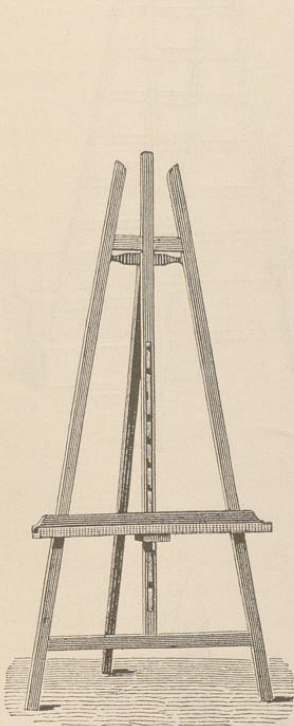
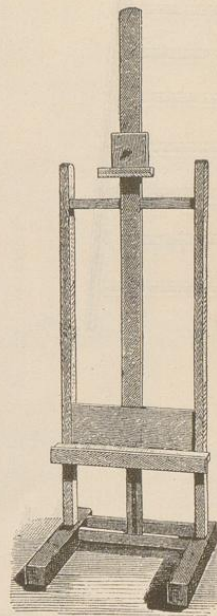

Fig. 333.
Fig. 334.
4. Die **Staffeleien** sind für den Tafelmaler ein unentbehrliches Gerät, aber auch der Dekorationsmaler wird sie vielfach benutzen können, wenn es sich um die Ausführung kleinerer Stücke in der Werkstatt handelt. Dieses Gerät wird in zahlreichen Formen, Größen und Preislagen hergestellt, je nach Zweck und Bedarf. Der Dekorationsmaler wird in erster Reihe auf Einfachheit und genügende Größe sehen. Die Fig. 333 giebt eine einfache, schräg stehende Staffelei wieder, während in Fig. 334 eine solche abgebildet ist, die das senkrechte Einstellen von Rahmen ermöglicht, zu welchem Zwecke der obere Schieber verstellbar ist.